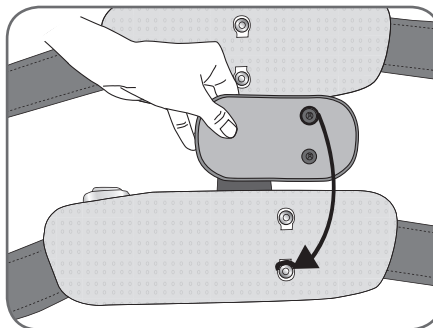

Abbildung 6-23: Befestigen der Oberschenkel-Gewebeelektroden an der Oberschenkel-FS-Manschette
6. Befestigen Sie die Oberschenkel-Gewebeelektroden an der Oberschenkel-FS-Manschette (siehe Abbildung 6-23).